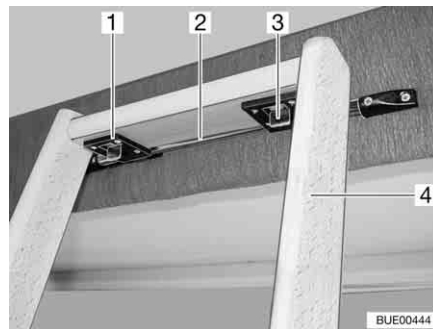

Bild 101 Aufstiegsleiter, Verriegelung
Sprossenleiter: ■ Die Aufstiegsleiter (Bild 101,4) mit den beiden Haken (Bild 101,1) in die Stange (Bild 101,2) an der Blende des Hubbettes einhängen.
■ Die beiden Verriegelungen (Bild 101,3) nach vorn schieben.